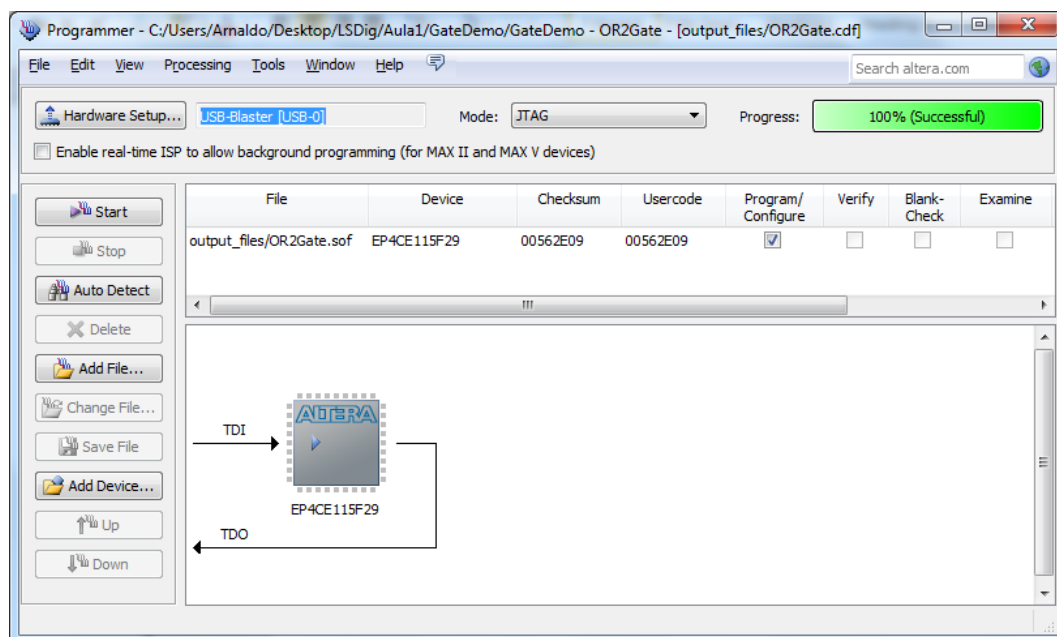

Figura 27 – Janela da aplicação após programação da FPGA.
21. Para programar a FPGA prima o botão “Start”. Quando estiver concluída (com sucesso) a programação da FPGA, a aplicação de configuração deve apresentar o aspeto da Figura 27.